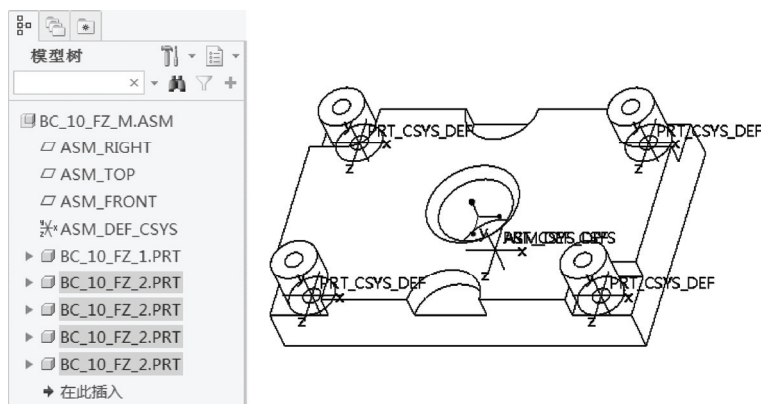

图 10-60 完成的元件复制的效果
10) 在菜单管理器的“退出”菜单中选择“完成”命令，然后在菜单管理器的“元件”菜单中选择“完成/返回”命令。完成元件复制操作的结果如图 10-60 所示。